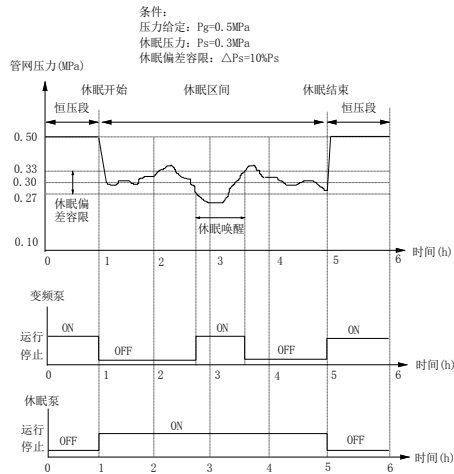

图5-38 自动休眠唤醒和进入示意
- 4、该功能特别适合于夜间供水量急剧减少的情况。可方便指定每日休眠工作的启始/停止时刻，并可设定休眠时的压力给定值。休眠期间，休眠泵工作，变频器只监测管网压力，当管网压力低于设定的休眠压力时，系统自动唤醒，变频泵投入工作，而当管网压力高于设定时，系统再次进入休眠状态，即只有休眠泵运行。这样，便实现了休眠泵的控制，最大限度地实现节水节电功效。如图5-38所示。